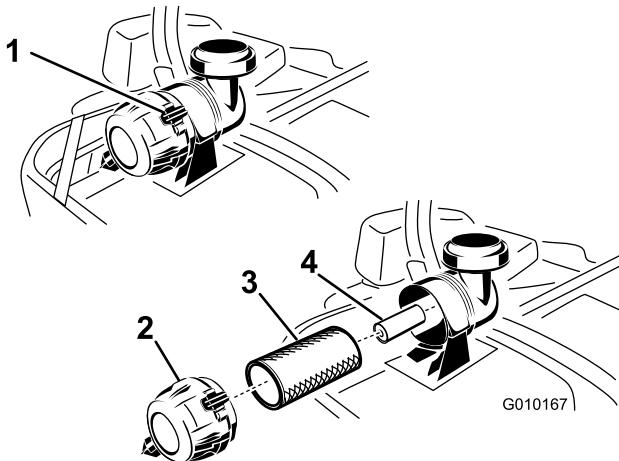

Figura 47
3. Presione hacia abajo para abrir los enganches del limpiador de aire y tire de la tapa del limpiador de aire para separarla de la carcasa del limpiador de aire (Figura 47).
5. Extraiga con cuidado el filtro primario del cuerpo del limpiador de aire (Figura 47). Evite golpear el filtro contra el lado de la carcasa.
- Instale la tapa del limpiador de aire y gírela hasta que los enganches la bloqueen en su sitio (Figura 47).
- No limpie el filtro de papel, cámbielo (Figura 47).
- Si va a cambiar el filtro secundario, deslícelo cuidadosamente en el cuerpo del filtro (Figura 47).
- Deslice cuidadosamente el filtro primario por encima del filtro secundario (Figura 47). Asegúrese de que está bien asentado empujando sobre el borde exterior del filtro mientras lo instala.